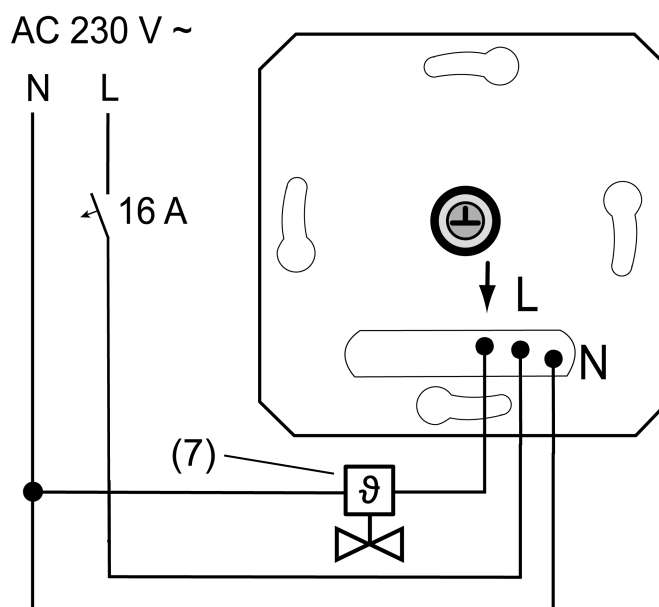
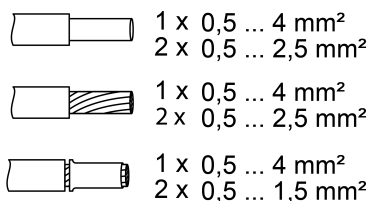

Bild 2: Anslutningsexempel för insatsen
Bild 3: Klämbär ledningsarea
- Anslut det elektrotermiska ställdonet (7) till insatsen (1) enligt anslutningsschemat (Bild 2). Beakta ledarareorna (Bild 3).
- Sätt på täckramen (2), centralplattan (3) och manövreringsknappen (4).